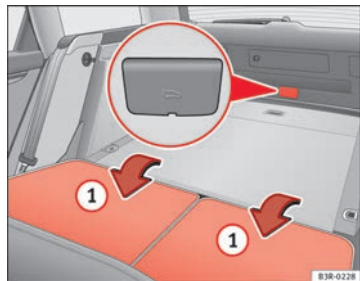

Fig. 76 Detalle de la parte trasera del habitáculo y del maletero: acceso al dispositivo para apertura de emergencia
- Abata los dos respaldos traseros (1) ⇒ fig. 76.